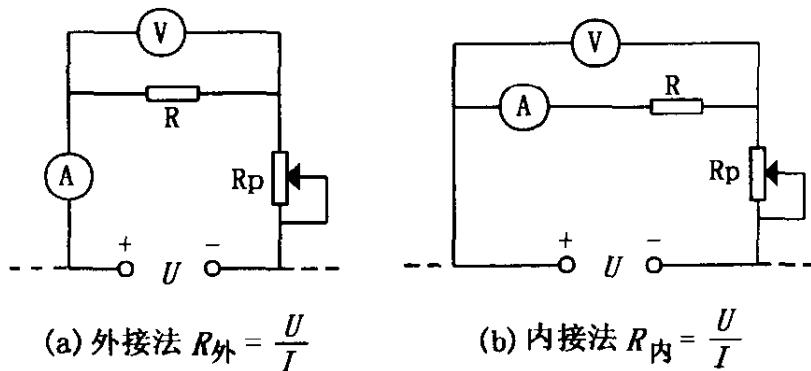

图 1-1-6 用伏安法测量电阻值
作状态情况下进行检测。对电阻值的测量一般用伏安法，如图 1-1-6 所示，有内接法和外接法两种。
(2) 电阻器在路（线）检测。设图 1-1-6 是某电路的一部分，